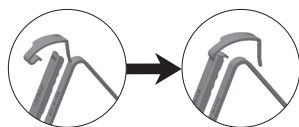

Fig. 1
1. Neoprenpakninger limes under konsollens skruehull i begge ender. (Fig. 1) Alternativt kan det brukes lim/tettemasse (f.eks Vulcem) under hele konsollens lengde